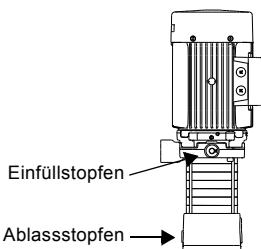

Abb. 4 Einfüll- und Ablassstopfen
3. Den Einfüllstopfen entfernen. Siehe Abb. 4.
Dazu ist der Einfüll- und Ablassstopfen zu entfernen. Siehe Abb. 4.